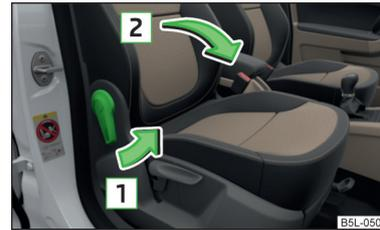

Fig. 64
► Place the lever in position **1** » Fig. 64.